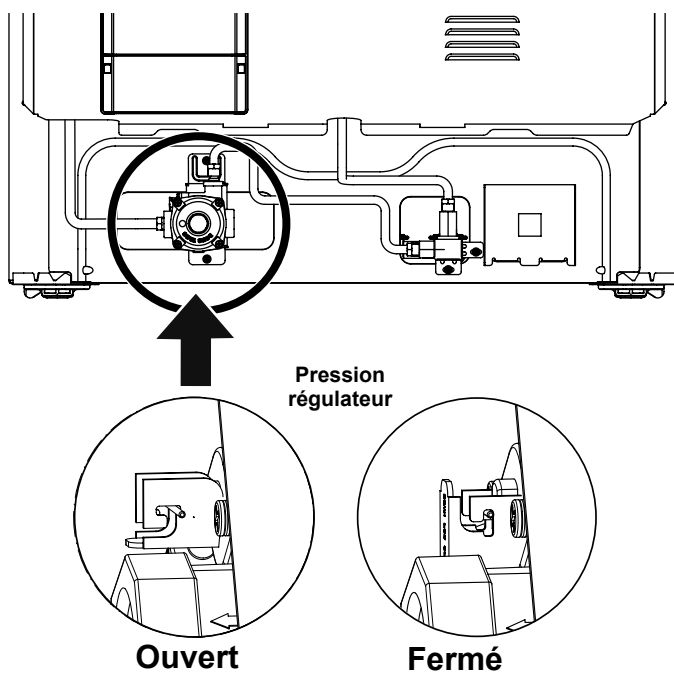

Fig. 11
- f. Vérifiez que le robinet d'arrêt d'entretien qui se trouve sur le détendeur est bien en position « ON » (marche) (voir fig. 11).